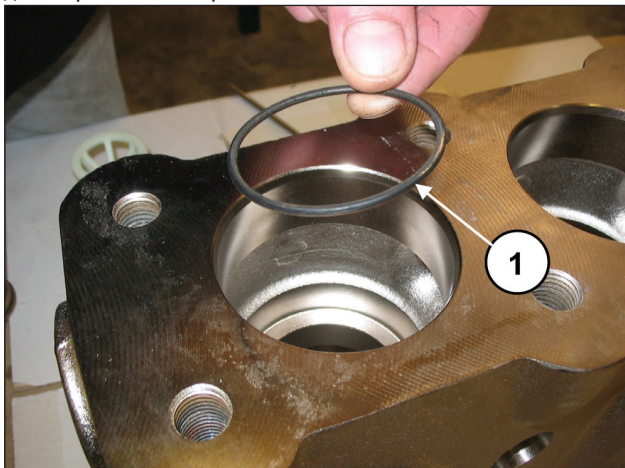

Рис. 103
Установите уплотнительное кольцо поз. №5 на детализовочном чертеже (поз. ①, Рис. 103).